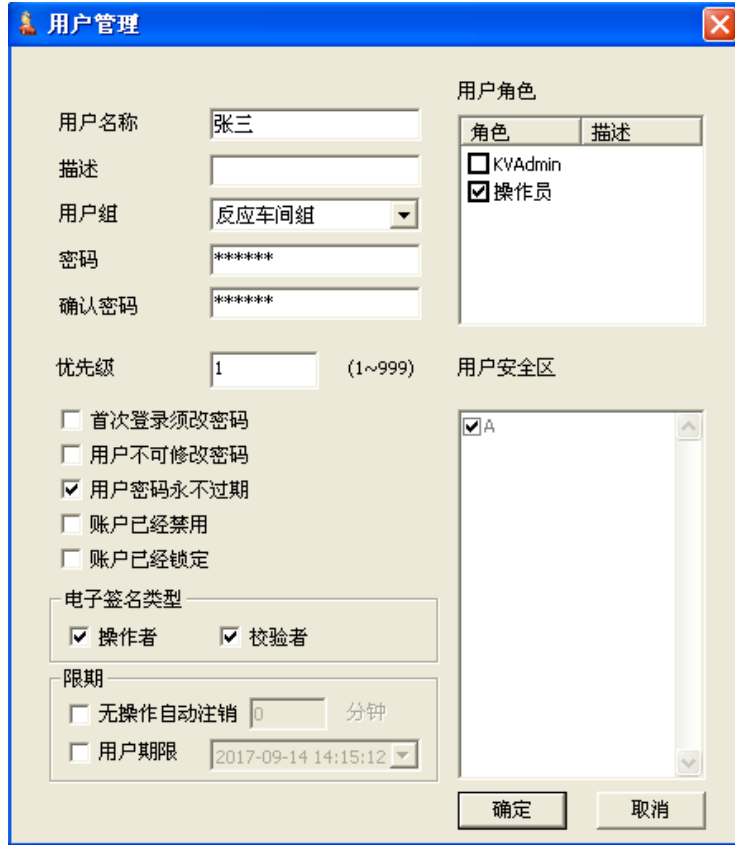

图 10-5 用户管理对话框
3、右键单击“反应车间组”按钮，选择新建用户，弹出用户管理对话框，如图 10-5 所示。